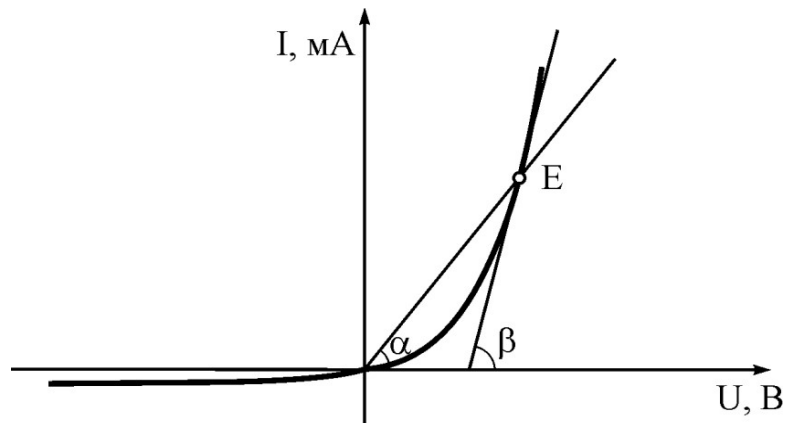

Рис. 5.9 – Визначення статичного і динамічного опорів діода
3.2 Для отриманої ВАХ визначити величину статичних і динамічних (диференціальних) опорів діода при прямому і зворотному включенні, як показано на рис.5.9.